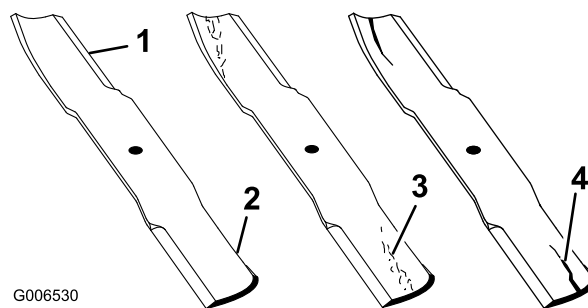

Figure 76
1. Examinez le tranchant des lames (Figure 76). Si les lames coupent mal ou présentent des indentations, déposez-les et aiguisiez-les; voir Aiguisage des lames.
2. Inspectez les lames, surtout la partie relevée (Figure 76). Remplacez immédiatement toute lame endommagée, usée ou qui présente une entaille (Figure 76).